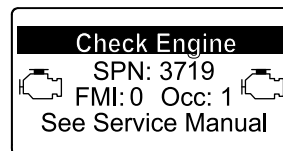

Figura 54
- Se for necessária uma regeneração de recuperação, o InfoCenter mostra o aviso do motor SPN 3719, FMI 16 (Figura 54) e o computador do motor reduz a potência do motor para 85%.